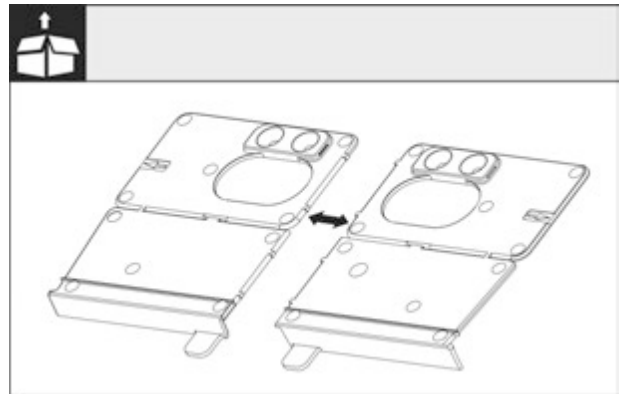

Fig. 27
- Монтажний кут дна Fig. 27 () відокремити на перфорції.